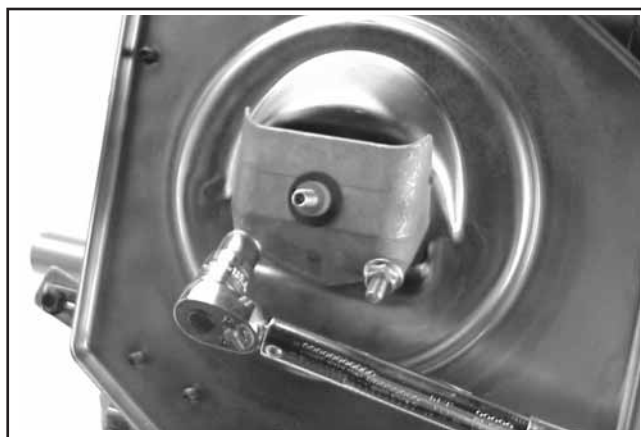

Abbildung 11-57. Luftfiltersockel einbauen.
- Montieren Sie eine neue Dichtung sowie die Rückspritzbehälter-/Sammelplatten-/oder Luftfilterhalterung, je nach Ausstattung, und befestigen Sie sie mit den Sechskantschrauben. Ziehen Sie die Sechskantflanschnuttern mit einem Drehmoment von **9,9 Nm** fest. Siehe Abbildung 11-57.